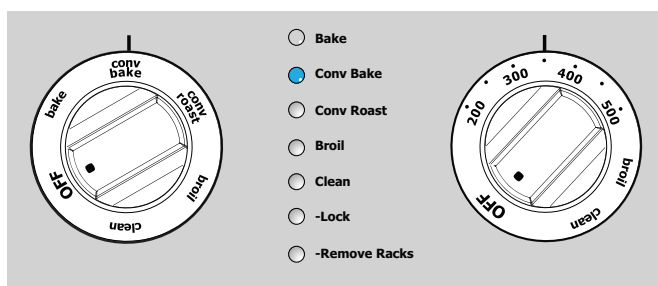

Figure 21 : Sélection de la cuisson par convection
2. Tourner le bouton du four sur < Conv Bake > (cuisson par convection). Le témoin lumineux < Conv Bake > (cuisson par convection) clignote (Figure 21).